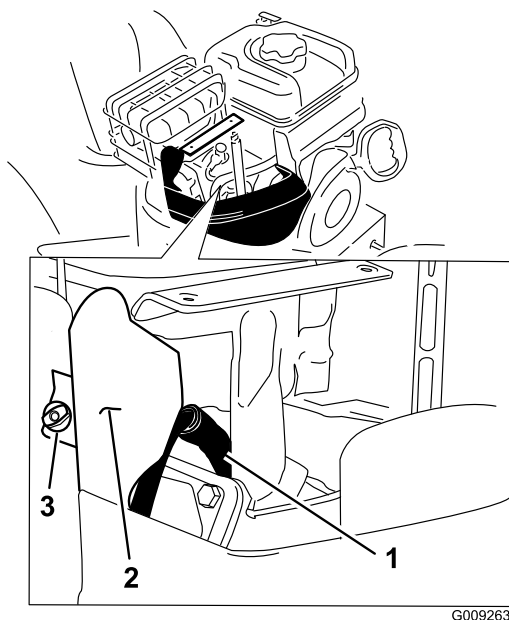

Figure 45
4. Enlevez la vis à oreilles du support et le support (Figure 45).
5. Nettoyez la surface autour de la base de la bougie (Figure 45).